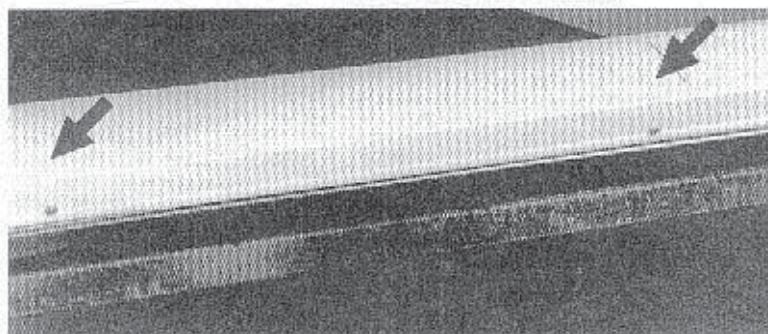
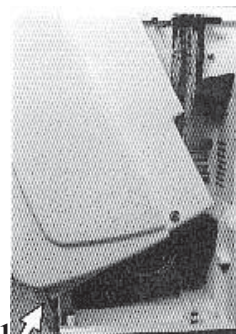

Рис. 5
Рис. 11
Внимание: аппарат должен быть упакован с заботами и преимущественно в своей упаковке. Удары могут исказить свою общую структуру и повреждать функции и свою этикетку. Чтобы снять обшивку, отвинтить два винта сзади аппарата (рис. 5). Эти винты служат только при доставке аппарата, они будут выброшены на свалку после разгрузки с кузова.
- При установке модуля, корпус должен быть снят. Чтобы его демонтировать, вывинчивают два крепежных винта (рис. 5). Корпус имеет два невыпадающих винта, расположенные у основания с каждой стороны, которые вывинчиваются не удаляясь из корпуса (рис. 11).